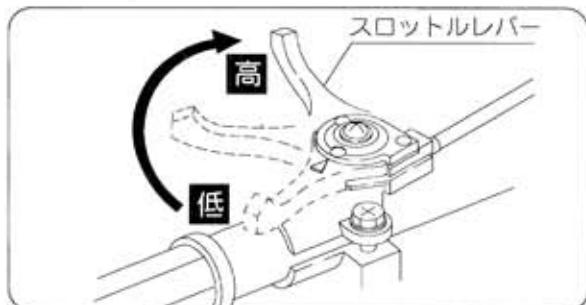

図11
- ① スロットルレバーをゆっくり「低」から「高」位置にします。（図11）